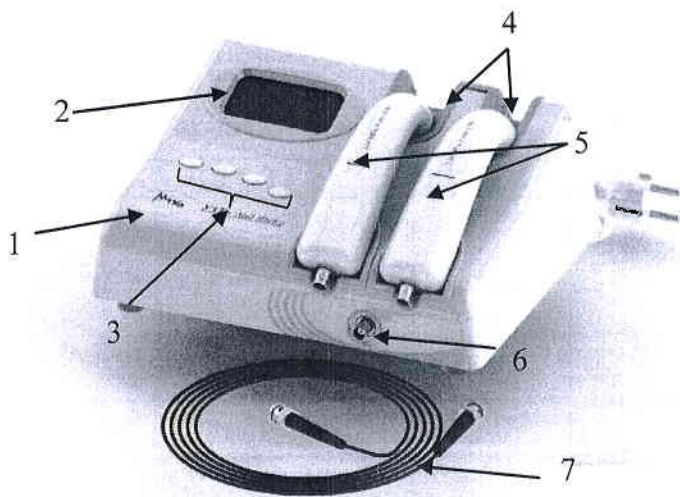

Рисунок 1
4.1. Аппарат состоит из электронного блока (Рис.1 поз.1) и сменных излучателей (Рис.1 поз.5), которые с помощью соединительного кабеля (Рис.1 поз.6) подключаются к разъему (Рис.1 поз.8) на задней панели аппарата.
4.3. Управление работой электронного блока осуществляется с помощью клавиш управления, расположенных под ЖК-дисплеем (Рис.1 поз.3).
4.4. Индикация технических параметров и контроль работы аппарата осуществляется с помощью ЖК-дисплея, расположенного на лицевой панели (Рис.1 поз.2).